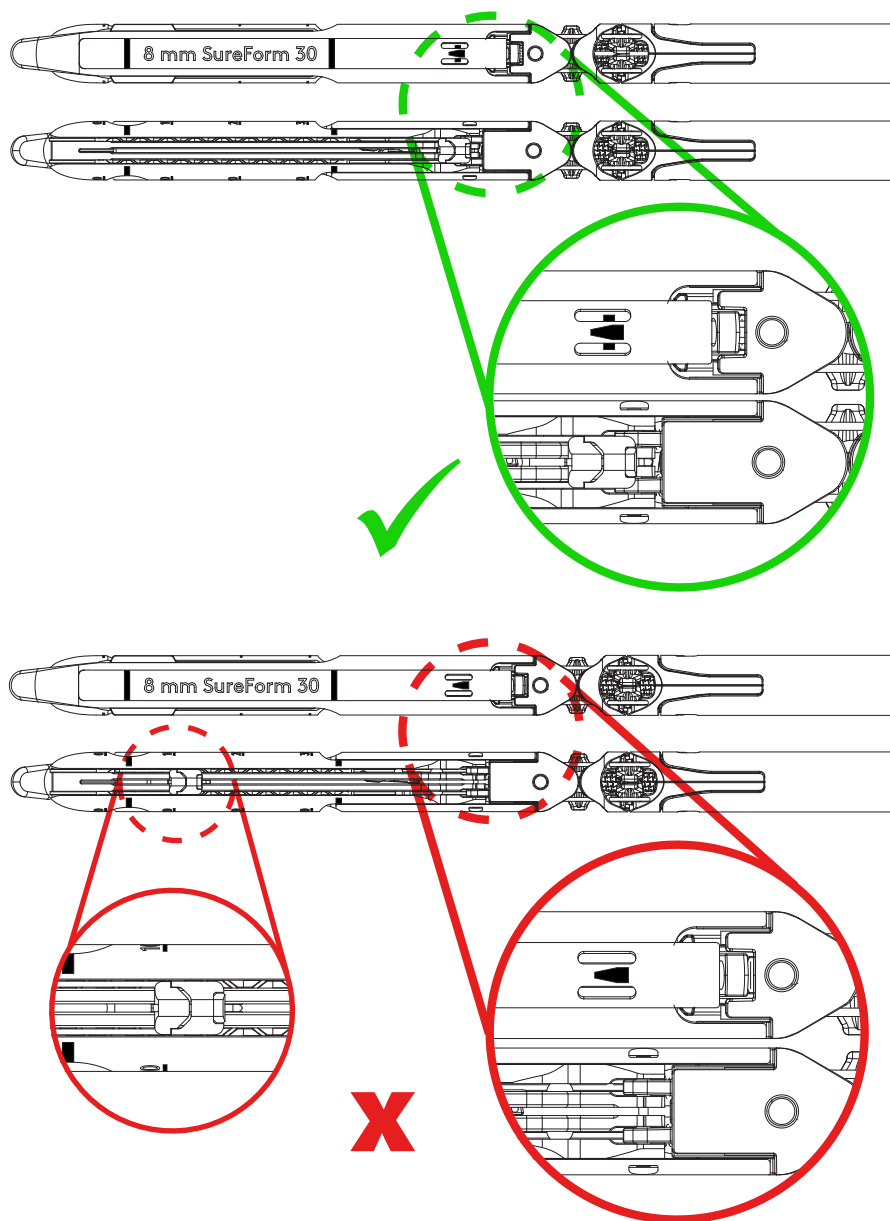

Figura 3.10 Verificar posição do I-Beam
- Se a parte superior da bigorna ou a parte inferior do canal estiverem visíveis, continue girando o botão de liberação manual até que o I-Beam tenha se retraído completamente, indicando que as mandíbulas estão completamente abertas. Consulte Figura 3.10.